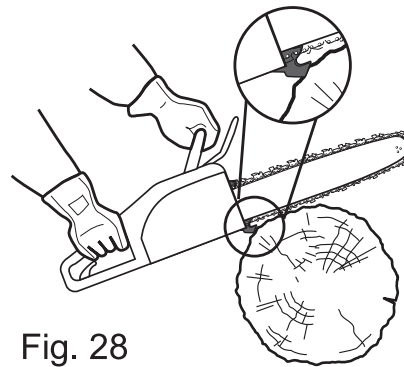

Fig. 28
- > A corrente (3) deve ser posta a funcionar a uma velocidade elevada antes de entrar em contacto com a madeira. Use a garra de apoio para fixar o produto na madeira antes de iniciar o corte, e volte a usá-la como ponto de alavanca durante o corte (Fig. 28).